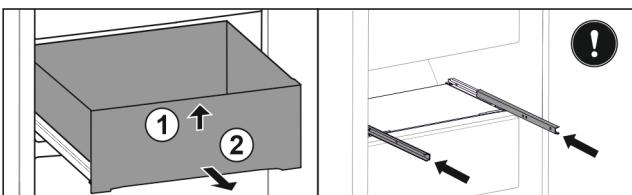

Fig. 42
- Nadvihnite zásuvku dopredu Fig. 42 (1).
- Odoberte ju dopredu Fig. 42 (2).